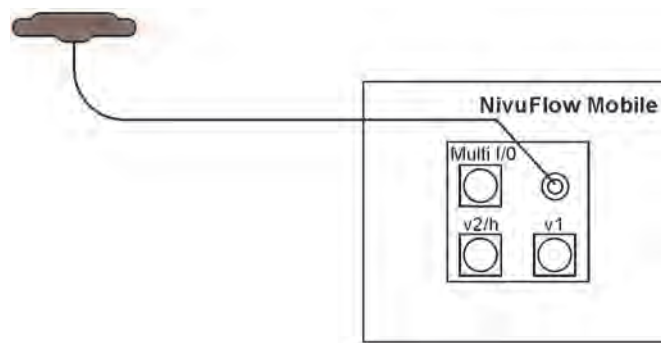

Fig. 27-1 Connexion de l'antenne GPRS
1. Insérez le câble de l'antenne dans la prise de l'appareil (Fig. 27-1) et serrez à la main le raccord fileté.